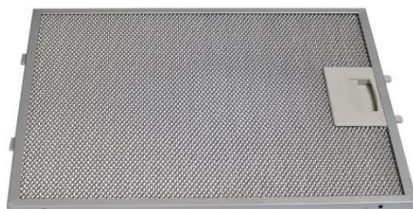

Рис. 2
2. Снимите алюминиевый жирособирающий фильтр (рис. 2).
7. Установите жироулавливающий фильтр (рис. 2).
Для отсоединения алюминиевого фильтра (рис. 2) следует нажать на пружинный замок на фильтре и вынуть его. Установка фильтра производится в обратном порядке. Следует нажать на пружинный замок на фильтре и установить его на место, после чего замок отпустить.